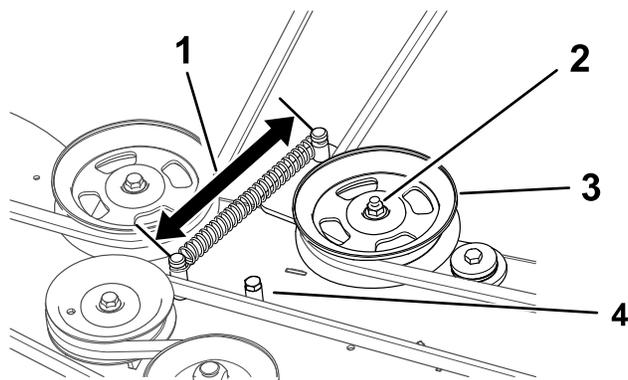

図 54
スプリングの長さが 15.2 cm 未満の場合や、**図 54** のようにアイドルプーリアームがアイドルストップに当たる場合は、アイドルプーリアームを調整する。
4. アイドラプーリのナットをゆるめる **図 54**。
6. ナットを締めつける **図 54**。